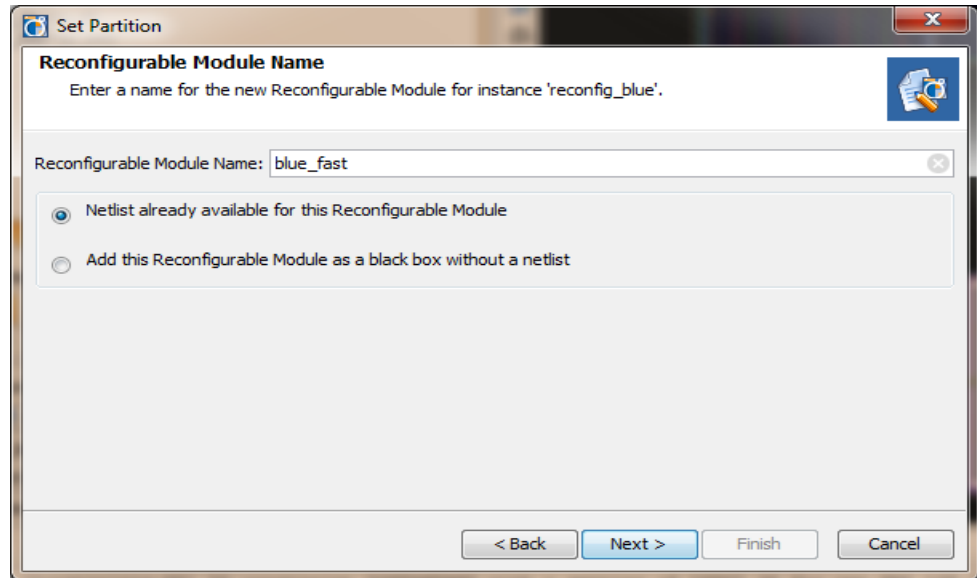

図 4-7：リコンフィギャラブル モジュールの命名
2. 図 4-7 に示すように、モジュールと Fast か Slow かが識別できるように、リコンフィギャラブル モジュールの名前を入力します。